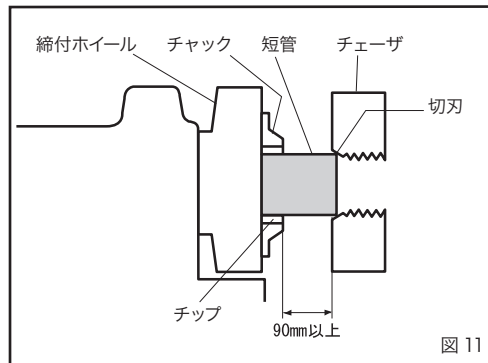

図 11
- ① 後部スクロールおよびチャックをパイプ径より大きく開き、パイプを後部スクロール側から差し込んでください。(短管の場合はチャック側から差し込みます。)
- ② 後部スクロールを締めしてから、右手でパイプを支え左手で締付ホイールを回してチャックを軽く締め、パイプにチップをよく合わせてから強くパイプを締め付けます。(反動をつけて締付ホイールを回す)
- ③ パイプの取外しは、反動をつけて締付ホイールを逆方向に回せばチャックが緩みます。次にスクロールを緩めてパイプを取り外してください。
■ 短管ねじ切りのパイプのつかみ方 (図 11)